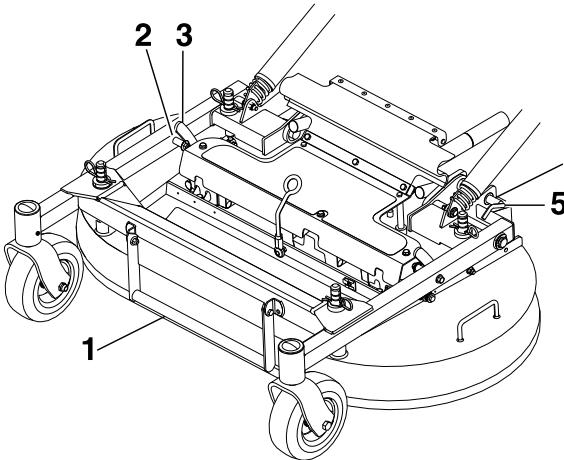

Figura 8
3. Abra los pestillos de bloqueo de la carcasa de corte en cada lado (Figura 8).